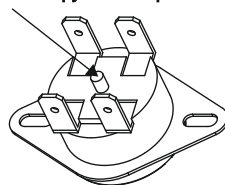

Рис. 6
2. Нажать кнопку, расположенную в центре термовыключателя, см. Рис. 6;